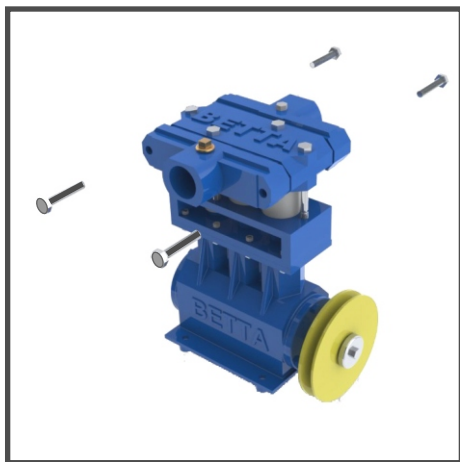

Fig. 45
**7 -** Verificar o aperto dos parafusos de fixação dos cabeçotes de recalque e de sucção, principalmente o de sucção. A folga entre o cabeçote central e o cabeçote de sucção, permite a entrada de ar na tubulação, reduzindo consideravelmente a vazão bombeada. Lembrando que existe a presença de uma guarnição de borracha que trava as válvulas. Essas devem ser trocadas toda vez que ocorrer a retirada das válvulas dos cabeçotes. (Fig. 45)